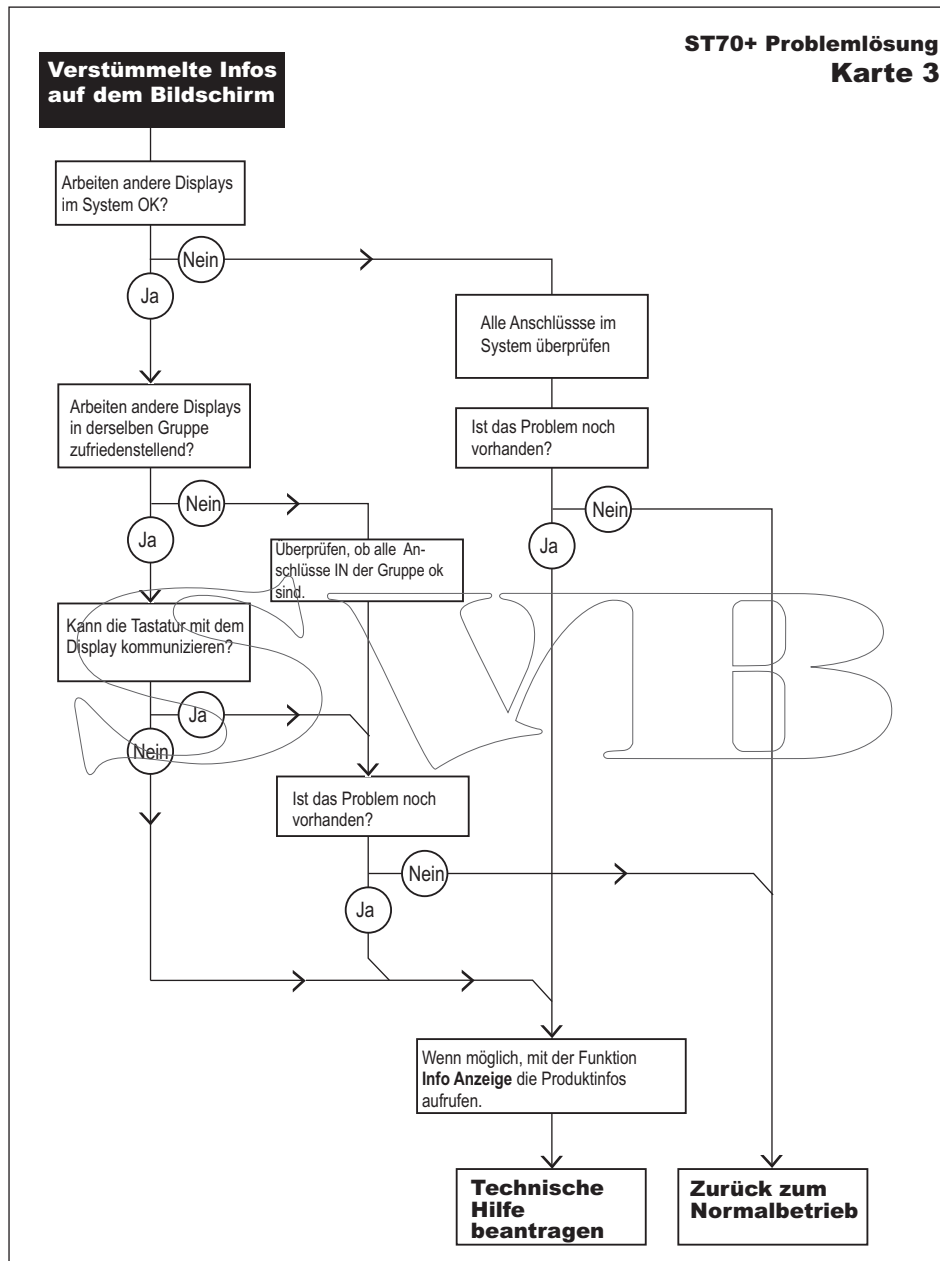

Abb. 4-3: Problemlösung Karte 3
- Die Daten auf der Anzeige sind unvollständig bzw. unlesbar – siehe *Abb. 4-3 Problemlösung Karte 3*.